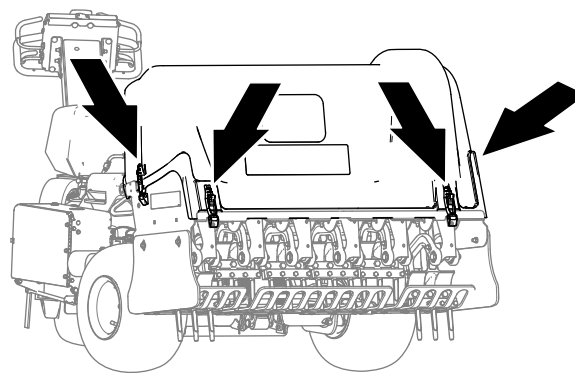
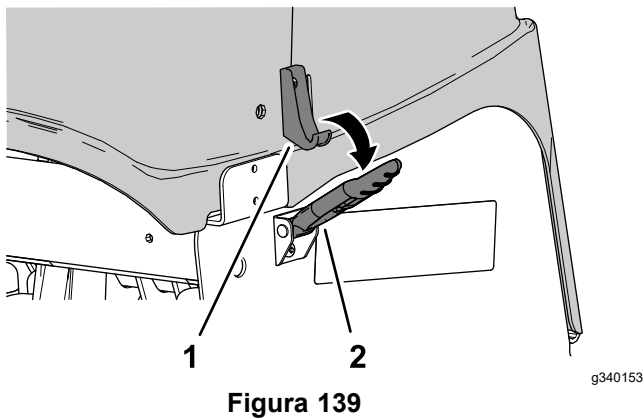

Figura 137
Figura 139
4. Deblocați capul de carotaj în locaia cu 4 elemente de fixare (Figura 137 și Figura 139).